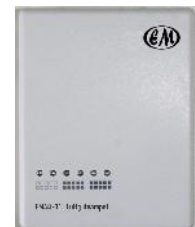

Fig.1
- **Fig. 1:** Um das Gehäuse zu öffnen, stechen Sie mit zwei flachen Schraubendrehern leicht in die beide Halterungen oben am Gerätegehäuse und schieben diese vorsichtig auseinander. Siehe Abbildung Fig. 1.